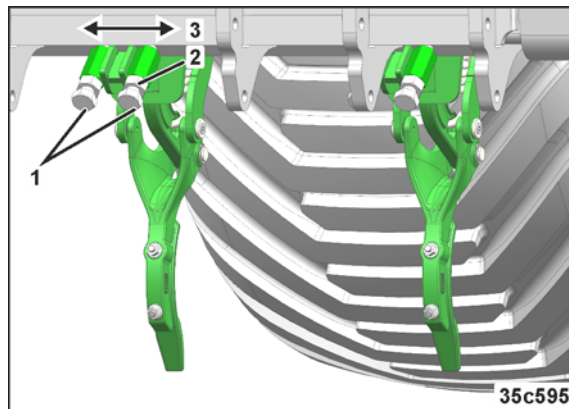

Рис. 206
1. Ослабьте винты (Рис. 206/1).
2. Переместите следорыхлитель по горизонтали (Рис. 206/3) и переведите его в нужное положение.
3. После регулировки следорыхлителя затяните (Рис. 206/1) и законтрите (Рис. 206/2) винты.